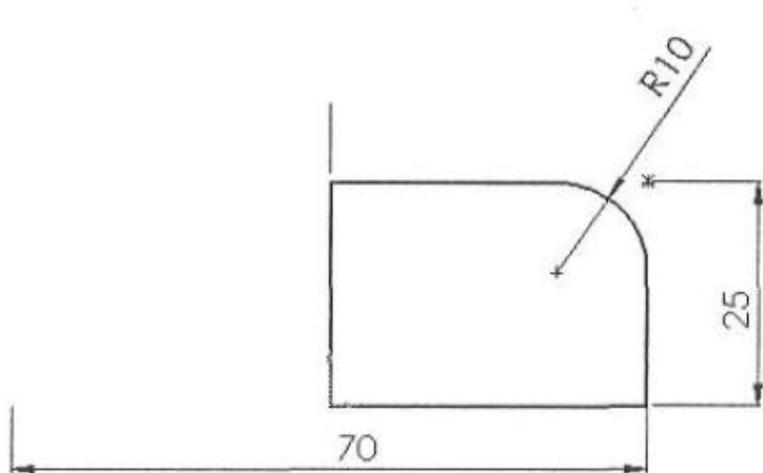

Рис. 4.27. Эскиз для базового элемента
1. Создайте основание модели путем поворота эскиза, созданного на плоскости Front (Фронтальная), как показано на рис. 4.27 и 4.28.
2. Вызовите инструмент Revolved Boss/Base (Повернутая бобышка/основание) и начертите эскиз основания на плоскости Front (Фронтальная). Добавьте требуемые размеры и связи к эскизу (рис. 4.27).